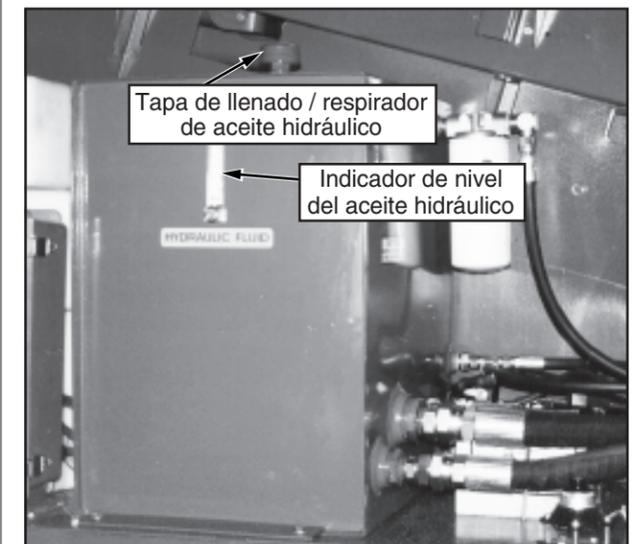

Figura 12: Tanque de aceite hidráulico
1. Abra la cubierta de la torre izquierda y revise el nivel del aceite en el indicador con la pluma guardada y contraída. El motor en marcha o detenido. (ver figura 12)